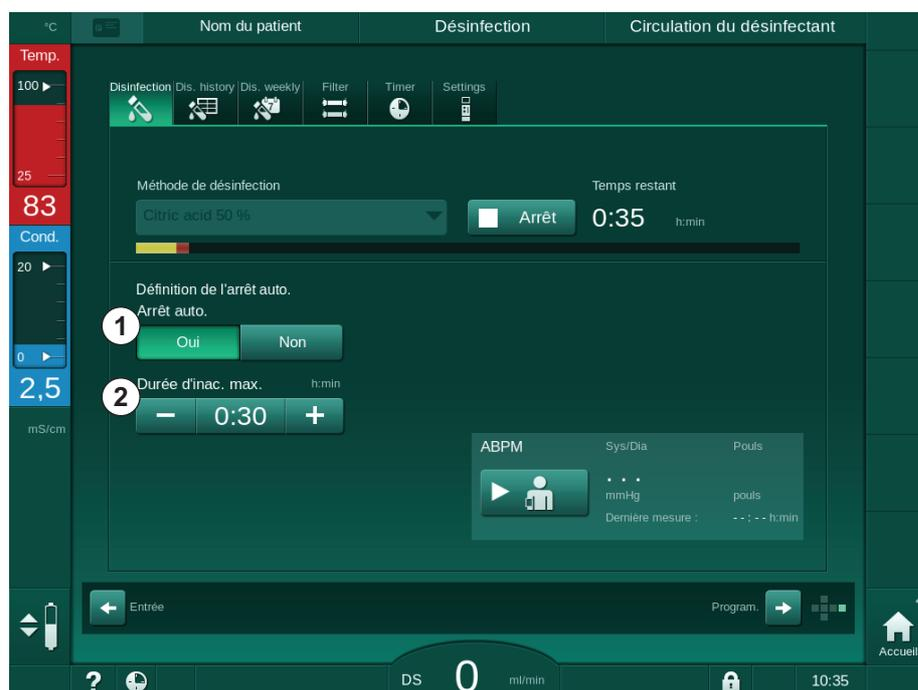

Fig. 7-16 Désinfection en cours - *Arrêt auto* activé
Après la sélection de l'écran de désinfection, le réglage prédéfini pour *Arrêt auto* (*Oui* ou *Non* ainsi que la durée d'inactivité maximale si *Oui*) sont indiqués. Le réglage de la fonction peut être modifié à chaque fois avant ou après le démarrage de la désinfection en touchant *Arrêt auto, Oui* ou *Non* (Fig. 7-16, ①).